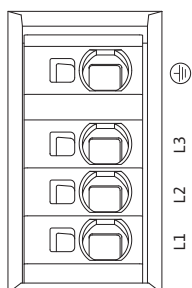

Fig. 30: Teholiittimet (verkkoliittimet)
- Teholiittimet (verkkoliittimet) (Fig. 30)